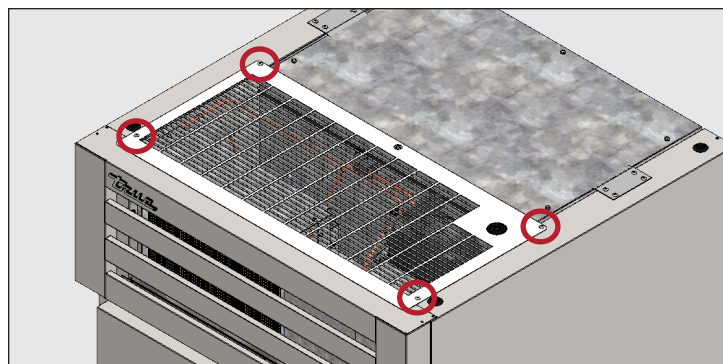

Fig. 1 Ubicazioni delle viti dello schermo superiore
2. Togliere le viti dello schermo superiore. Si veda la Fig. 1